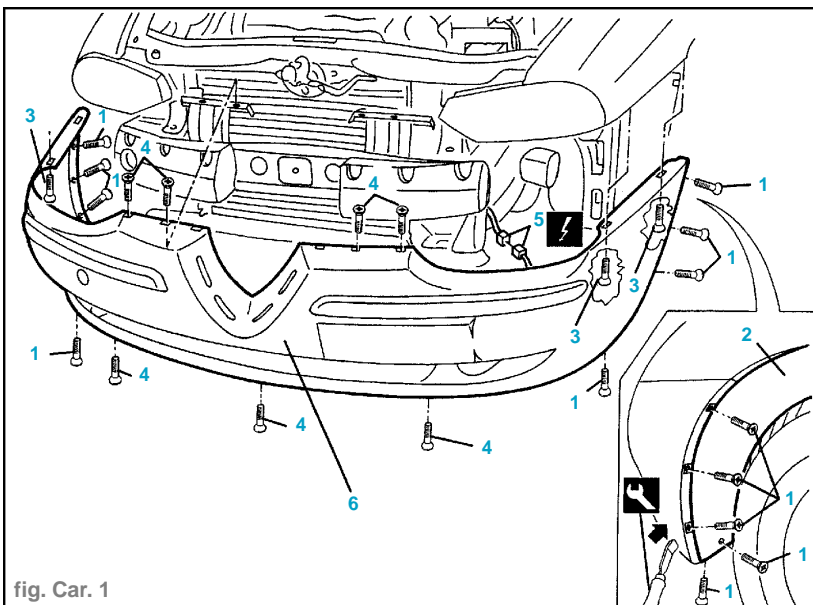

fig. Car. 1
- En inversant les deux côtés du véhicule, dévisser les vis de fixation de l'extrémité du pare-choc avant (1) (fig. Car. 1).
- Séparer les passages de roue supplémentaire du pare-chocs avant, à l'aide de l'outil prévu à cet effet, dans les zones des vis déposées (2) :
- En intervenant à partir du côté inférieur, dévisser les vis de fixation du pare-chocs au pare-boue (3).
- Dévisser les vis de fixation centrales du pare-chocs (4).
- Déplacer légèrement le pare-chocs et déconnecter le raccord électrique (5).
- A l'aide d'un deuxième opérateur, récupérer le pare-chocs (6).